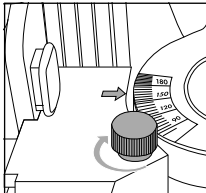

Fig. 5
- ◆ Strângeți piulița de blocare 6. Săgețile brațelor mobile 1 arată scala și indică unghiul măsurat (a se vedea fig. 5).